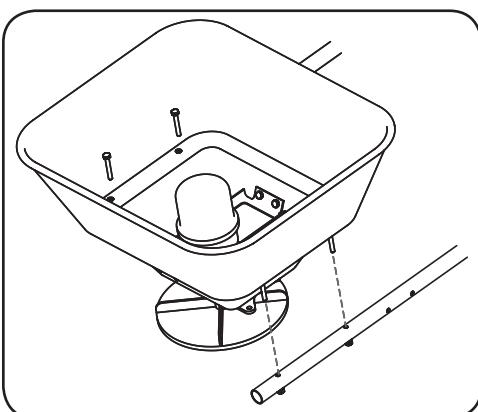

Figura 1-7
- Acople el conjunto de la tolva a los extremos redondos de los tubos del bastidor simple con cuatro pernos y contratuerzas M6 x 40. Vea la Figura 1-7.